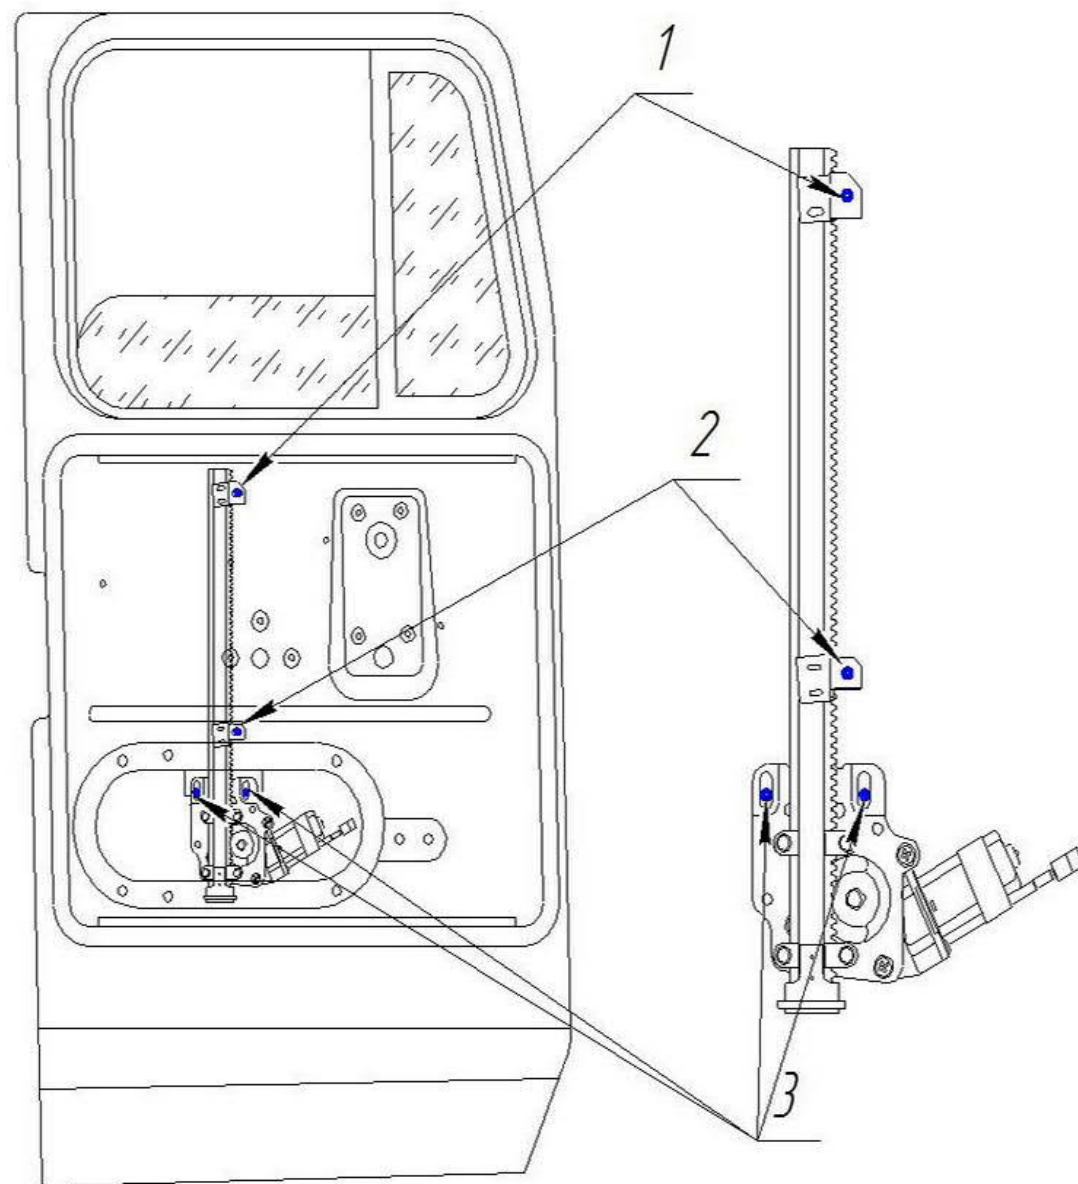

Рис.1
6.5.2 Ввести ЭСП в полость двери, совместить резьбовые отверстия стеклоподъемника с соответствующими отверстиями внутренней панели двери и закрепить винтами от штатных стеклоподъемников (см. поз. 1 и 2 рис.1).
6.5.3 Совместить отверстия обоймы стекла с отверстиями подвижной пластины электро-стеклоподъемника и закрепить винтами от штатных стеклоподъемников (см. поз. 3 рис.1).